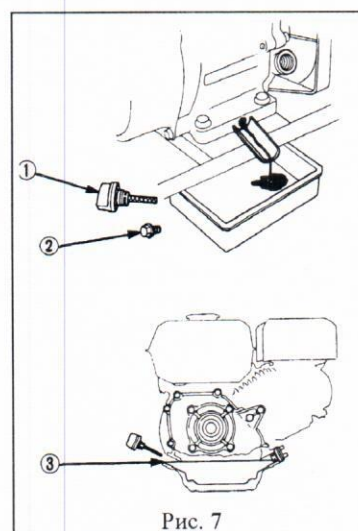

Рис. 7
- отверните пробку 2 (рис. 7) сливного отверстия и пробку заливного отверстия 1 (рис. 7), слейте масло в подготовленную емкость. Заверните пробку сливного отверстия.
- заправьте двигатель рекомендованным маслом до нижней кромки 3 (рис. 7) заливного отверстия.